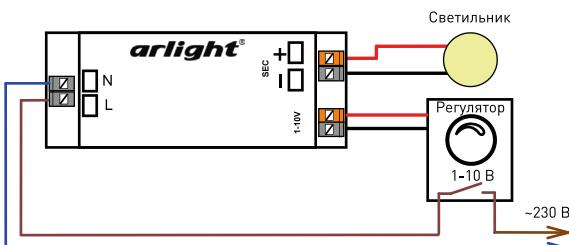

Рисунок 1. Пример подключения блока питания
- 3.6. Подключите регулятор 1–10 В согласно схеме рисунок 1, допускается подключение как активной, так и пассивной панели. Следует учесть пусковые токи, которые будут проходить через контакты выключателя, что приводит к ограничению количества одновременно подключаемых блоков питания, в противном случае, для увеличения числа одновременно подключаемых блоков питания, нужно будет использовать контакторы.